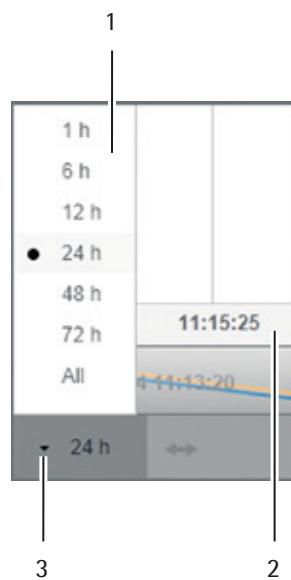

Abb. 6-18: Zeitmaßstab
- 6 Zeitmaßstab (siehe „Abb. 6-18: Zeitmaßstab“, Seite 99)